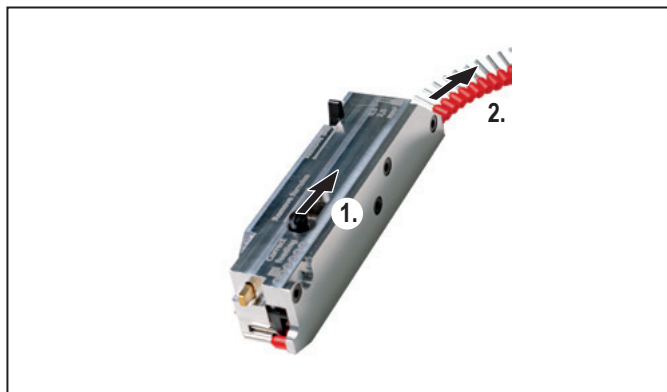

Imagen 6.5 Retirar terminales tubulares
- Suelte el bloqueo de la unidad de transporte y extraiga la cinta de terminales tubulares, véase Imagen 6.5.